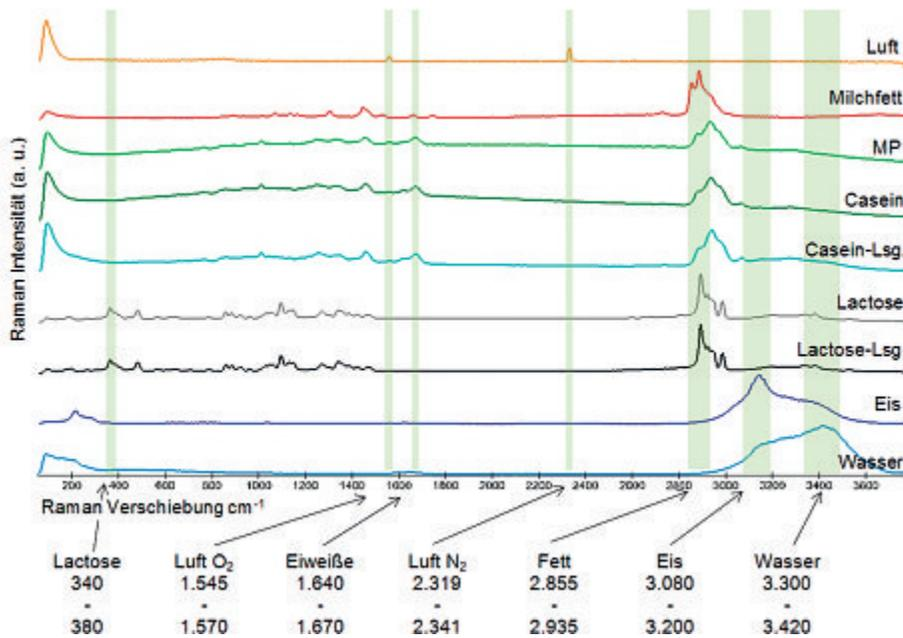

Abb. 2: Ramanspektren der Reinkomponenten mit den grau markierten Wellenzahlbereichen zur Identifikation der entsprechenden Komponenten
oder Imaging. Um eine Map zu erstellen und interpretieren zu können, müssen die Ramanspektren der betreffenden Reinkomponenten der Produktmatrix aufgenommen werden. Im Falle der Schlagsahne sind dies die „Reinspektren“ von Luft, Milchfett, Molkenprotein (MP), Casein, Lactose, Eis und Wasser, die in Abb. 2 dargestellt werden.
Man erkennt, welche Informationen über die Inhaltsstoffverteilung aus den Ramanspektren erhältlich sind! Jederzeit kann man sich die dazugehörigen Ramanspektren anschauen, um gemäß Abb. 2 diese im Hinblick auf die Inhaltsstoffe zu interpretieren. Hat man diese Information bei der Produktentwicklung, so kann man die Wirkung eines neuen Zusatzstoffes besser